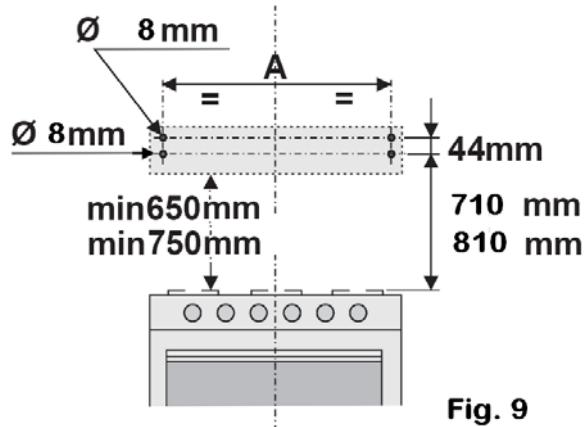

Fig. 9
- 4) Marquez les emplacements des trous de fixation en respectant les mesures indiquées en fig. 9
- 2) Marquez les emplacements des trous de fixation en respectant les mesures indiquées en fig. 9 (cf. rubrique **Fixation murale en mode évacuation de l'air vers l'extérieur**).